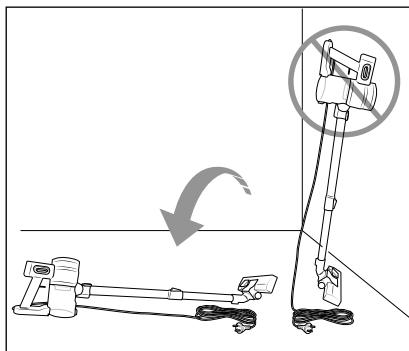

Abb. 4
① ACHTUNG!
- Versuchen Sie nicht den Staubsauger aufrecht hinzustellen, wenn Sie ihn zwischenzeitlich abstellen oder aus der Hand legen wollen. Setzen Sie den Staubsauger dafür in die Wandhalterung 10 oder legen Sie ihn auf den Boden (siehe Abb. 4 und 5). Der Staubsauger kann ansonsten aufgrund seines hohen Schwerpunkts umkippen und beschädigt werden und unter Umständen beim Umkippen weitere Gegenstände beschädigen.